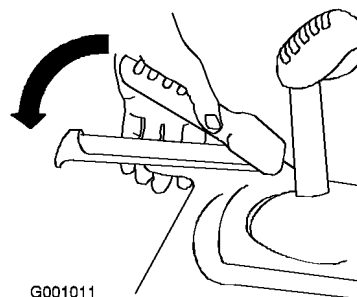

Figura 33
1. Per innestare la trasmissione premete la leva sinistra (trasmissione) contro l'impugnatura (Figura 33).